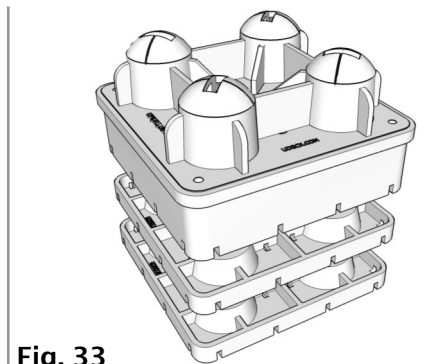

Fig. 33
- 15.** Los Shims de 1" (G) y los Risers de 3" (H) pueden ser usados entre si. **SIEMPRE** coloque el Shim o Shims de 1" (G) debajo del Riser de 3" (H). **NUNCA** use mas de 2 Shims (G) con ningun Riser de 3" (H). (Fig.33)